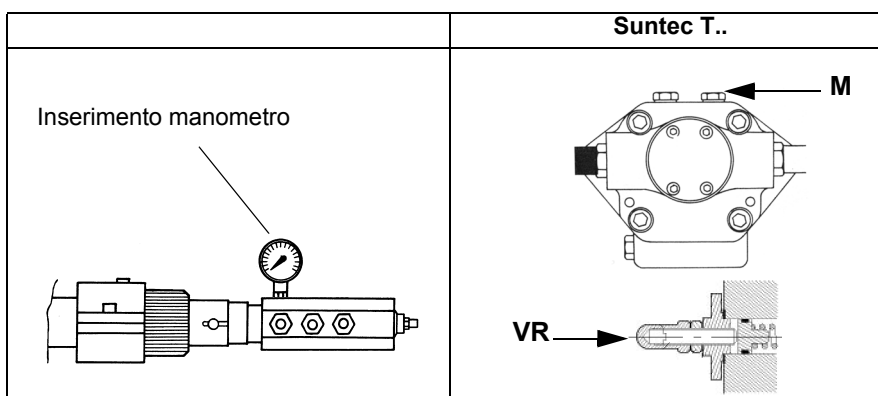

Fig. 6
- 3 sfiatare l'aria dall'attacco (**M**) manometro della pompa (Fig. 6), allentando leggermente il tappo, senza toglierlo; quindi rilasciare il contattore.
- 4 Solo se necessario, regolare la pressione di alimentazione (vedi relativo paragrafo) nel modo seguente: inserire un manometro nella posizione indicata in Fig. 6 agire sulla vite di regolazione **VR** della pompa (vedi Fig. 6 e pag. 24) fino ad ottenere una pressione all'ugello pari a 25 bar (vedere grafici a pag. 41);